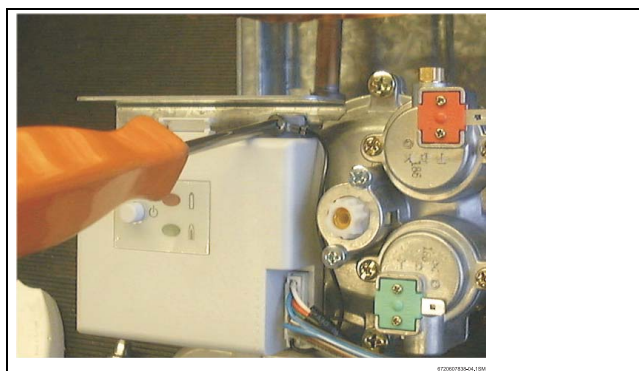

Fig. 4
- ▶ Disimpegnare e sbloccare la piastra di appoggio del modulo di accensione e il contenitore delle batterie (Fig. 4).